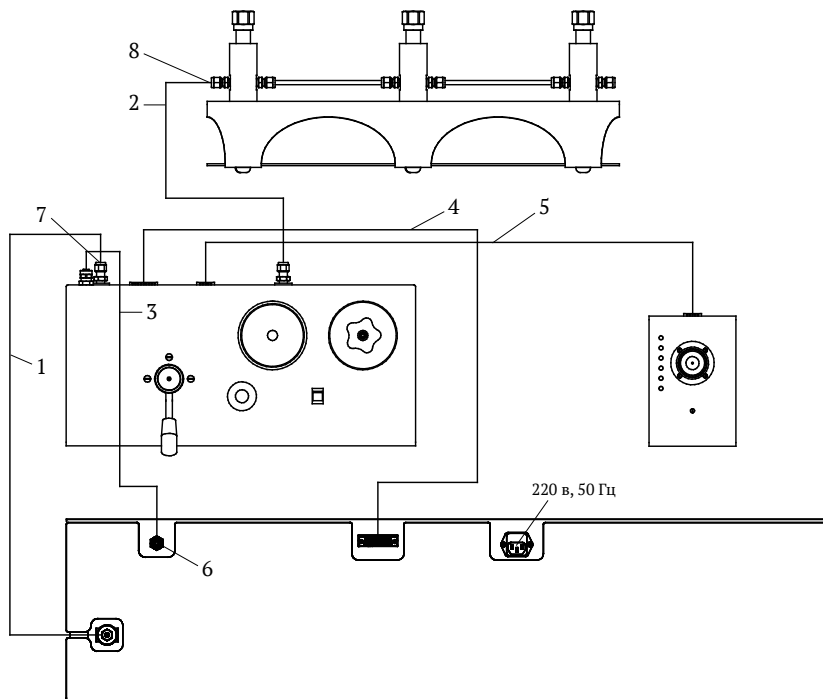

Рис. 7. Схема соединения блоков ГСКА:
6.2 Установите систему на рабочем месте и соедините согласно *Рис. 7*.
6.3 Снимите вентиль сброса давления и крышку стакана на блоке управления, залейте рабочую жидкость в стакан. Отсоедините *пластиковую трубку 3 (Рис. 7)* от силового блока в *соединении 6*, заглушив ее пальцем. По-немного стравливая воздух пальцем заполните трубку рабочей жидкостью, что-бы осталось незаполненным 10...15 см труб-
- разъедините полностью *соединение 8* (Рис. 7), подставьте под конец трубки низкую емкость и прокачайте систему в режиме предварительного создания давления до прекращения поступления из трубки загрязненной рабочей жидкости, контролируя при этом уровень жидкости в бачке.